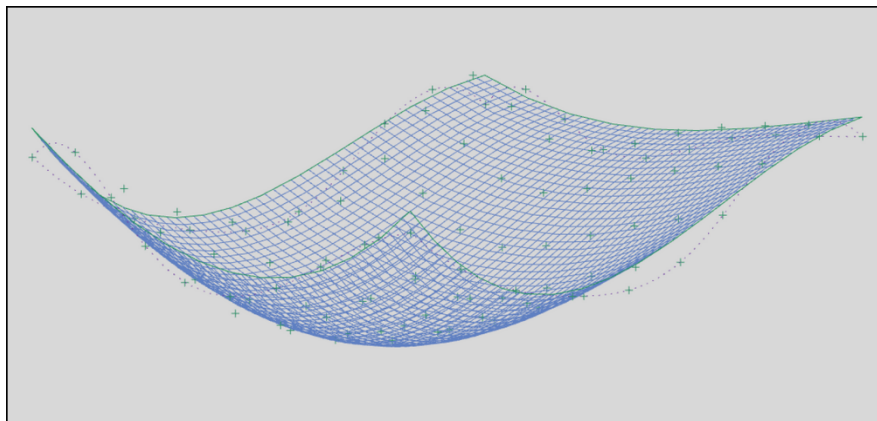

Рис. 1.14. Поверхность свободной формы, созданная с помощью опции **По облаку точек**
- после нажатия клавиши **ОК** в графическом окне создается поверхность свободной формы (рис. 1.14).